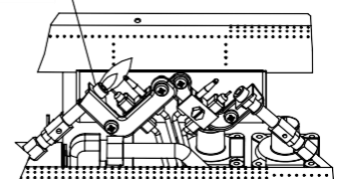

Fig. 16 - Piloto
4. Espere cinco (5) minutos para que se vacíe todo el gas. Luego huela en busca de gas, incluyendo cerca del piso. Si huele gas, ¡ALTO! Siga "B" en la información de seguridad a la izquierda de esta etiqueta. Si no huele a gas, vaya al siguiente paso.
5. Gire la perilla de control hacia la izquierda  a la posición "PILOT" (Ver Fig. 16). Oprima la perilla de control.
7. Mantenga oprimida la perilla de control durante (30) segundos después de que el piloto encienda. Suelte la perilla de control.
• Si el piloto se apaga repita los pasos 3 al 7. Espere (1) minuto antes de intentar encender el piloto de nuevo. Si después de varios intentos el piloto todavía se apaga, gire la perilla de control hacia la derecha  a la posición "OFF" y llame a un técnico de servicio calificado.